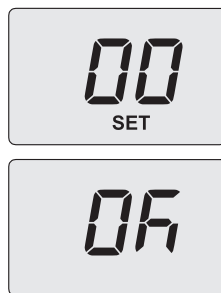

Figura 8.6
Sul display compare la scritta "**SET**" (Figura 8.6).
- Premendo il tasto 13 (Figura 8.3) si ottiene la conferma del valore inserito. Sul display appare per 3 sec. la scritta "**OK**" (Figura 8.6), per poi visualizzare la lista dei parametri.